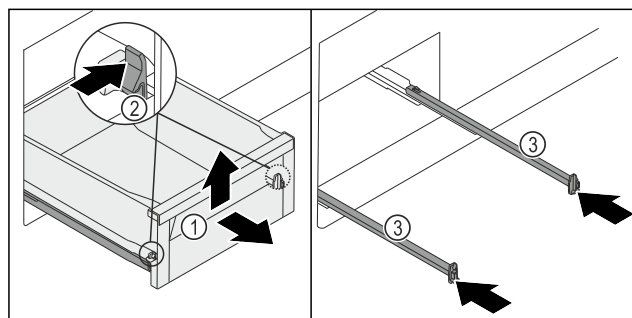

Fig. 258
- Træk skuffen Fig. 258 (1) ud til anslag.
- Tryk venstre og højre klemmen Fig. 258 (2) ind samtidigt.
- Skuffen Fig. 258 (1) løsner sig fra skinnerne.
- Løft skuffen Fig. 258 (1) op foran.
- Tag skuffen Fig. 258 (1) frem og ud.
- Skub skinnerne Fig. 258 (3) ind.